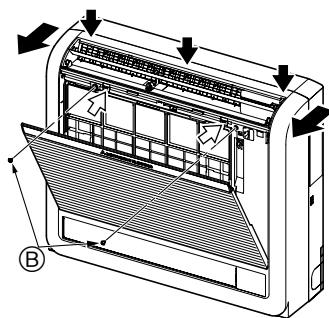

Fig. 3-3
- ① Appuyez sur les 2 positions indiquées par les flèches ⇐ et ouvrez la grille avant. (Fig. 3-3)
- ② Ouvrez la grille avant et retirez les deux vis.
- ③ Ouvrez l'ailette horizontale de la sortie d'air supérieure, poussez le haut du panneau frontal en trois endroits différents, puis sortez le haut de la grille de l'appareil intérieur.